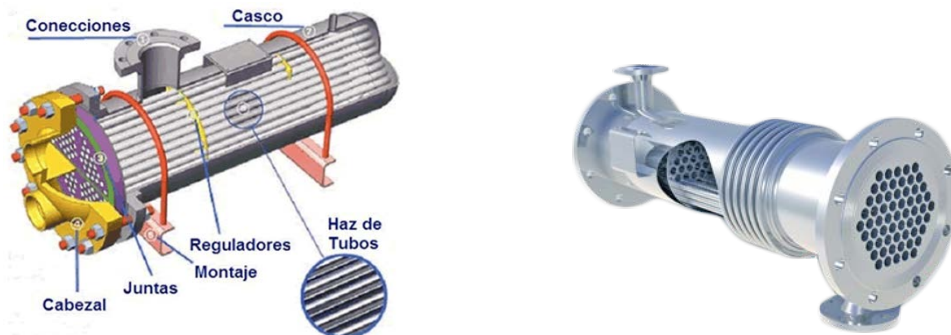

Figura 9. Evaporador de carcasa y tubo (<http://www.thermecs.co/>)
- a) Evaporadores de carcasa y tubos: en ellos el fluido refrigerante circula por los tubos y el fluido a enfriar circula por la carcasa (Figura 9).